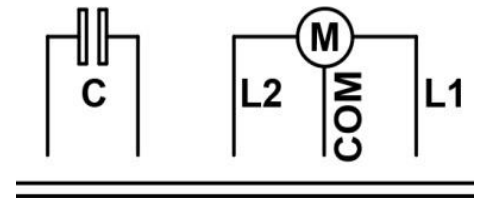

Рис. 1
Клеми **COM**, **L1** та **L2** потрібні для підключення двигуна приводу (Рис. 1), де **COM** - це загальний провід, а **L1** і **L2** - це 1-а і 2-а обмотки двигуна.
**Конденсатор** підключаємо до клеми "C" (Рис. 1). Якщо конденсатор не підключити, буде чути гудіння мотору, але вал двигуна при цьому не обертатиметься.